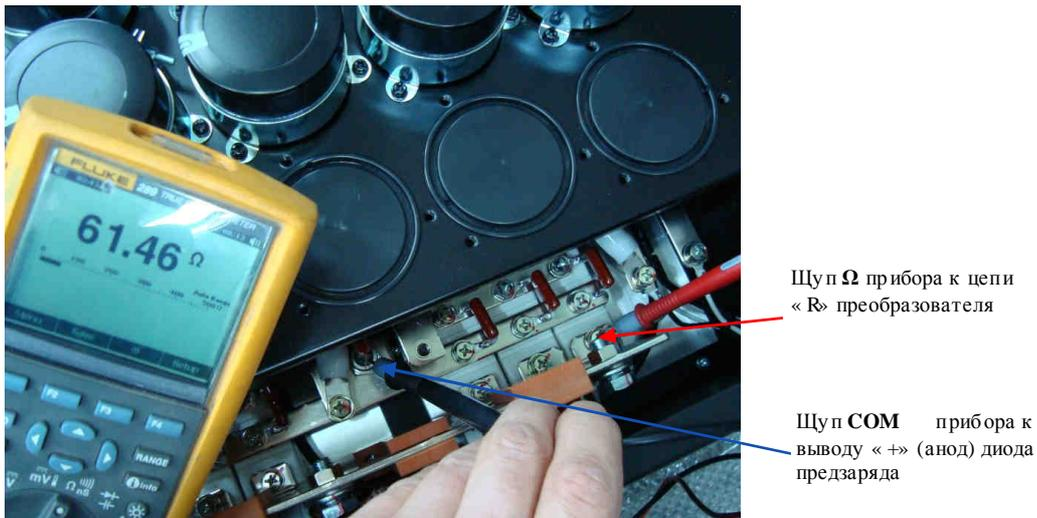

Рис. 4.15.
4.10.4. Проверить резистор предзаряда (рис. 4.15), подсоединяя мультиметр в режиме измерения сопротивления к цепи «R» и к выводу «+ (анод)» диода предзаряда. Показания прибора должны быть в пределах  $60 \text{ Ом} \pm 10\%$ . При иных показаниях прибора резистор предзаряда считается неисправным и подлежит замене.